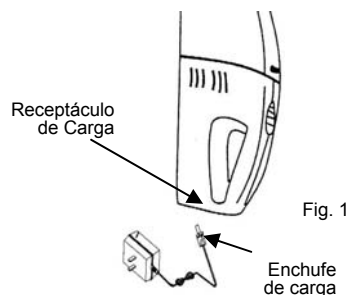

Fig. 1
2. Coloque la unidad sobre el soporte de carga. La luz indicadora de carga se encenderá en rojo para indicarle que la aspiradora está colocada correctamente en el soporte cargador y que se está cargando. (Ver Fig. 1)